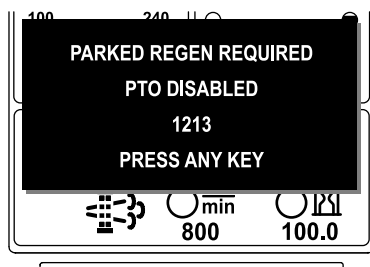

Figure 50
- Si vous n'effectuez pas de régénération en stationnement dans les 2 heures, l'InfoCenter affiche qu'une régénération en stationnement est nécessaire – prise de force désactivée AVIS N° 1213 (Figure 50).